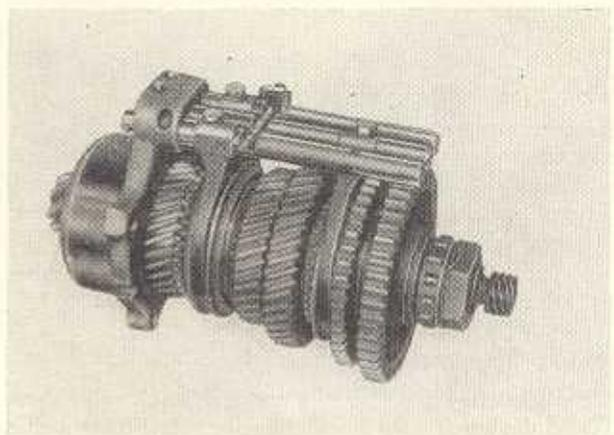

Bild G 99. Kegelradwelle mit Schaltstangen
4.10.1. Kegelradwelle zerlegen (Bild G 99)